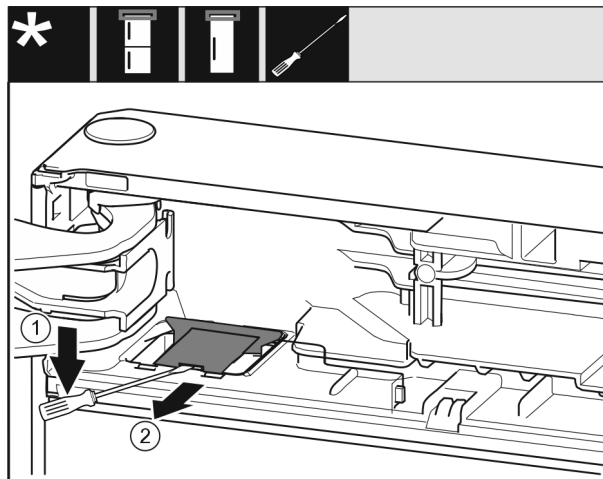

Fig. 10
- ▶ Atbrīvojiet pārsegu ar plakano skrūvgriezi un paceliet uz augšu. Fig. 10 (1)
- ▶ Izņemiet pārsegu. Fig. 10 (2)